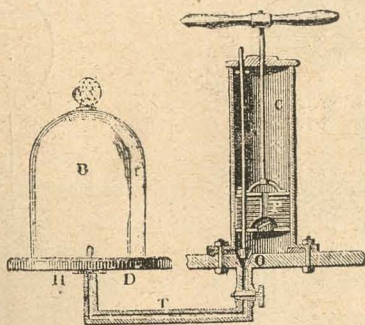

Fig. 58.—MÁQUINA NEUMÁTICA
1.º de un cuerpo de bomba C (fig. 58) en que se mueve